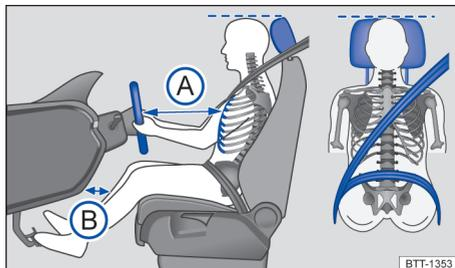

Fig. 21 Distância correta do condutor em relação ao volante, posição correta do caderço do cinto de segurança e ajuste correto do apoio para cabeça.
- Ajustar o banco de modo que a distância entre o volante e o tórax tenha no mínimo 25 cm → Fig. 21 (A) e que o condutor possa segurar o volante pela borda externa com as duas mãos e os braços ligeiramente flexionados.
- Ajustar o banco do condutor na direção longitudinal de modo que os pedais possam ser acionados com as pernas ligeiramente arqueadas e a distância para o painel de instrumentos na área do joelho seja de, no mínimo, 10 cm → Fig. 21 B.
- Ajustar o apoio para cabeça de modo que a sua borda superior se encontre preferencialmente na mesma linha da parte superior da cabeça → Fig. 21 – porém não abaixo da altura dos olhos. Posicionar a parte posterior da cabeça o mais perto possível do apoio para cabeça.